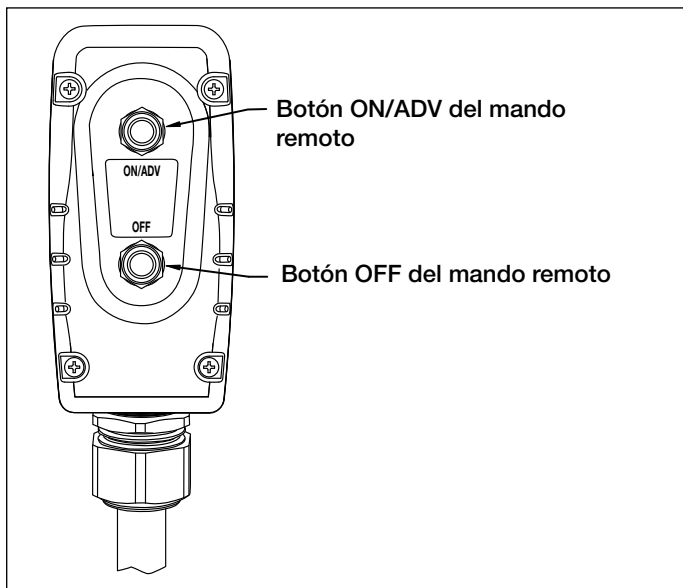

Figura 8, Botones del mando remoto
5. Para arrancar la bomba, pulsar el botón “ON/ADV” del mando remoto. Véase la figura 8. El motor arrancará automáticamente y la llave comenzará su avance. La llave continuará avanzando durante el tiempo en que se pulsa el botón.